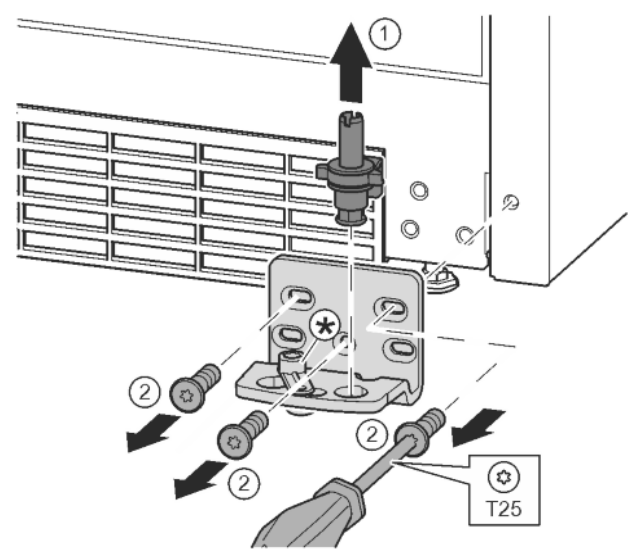

Fig. 17
- ▶ A teljes csapszeget felfelé húzza ki. Fig. 17 (1)
- ▶ A T25 csavarhúzóval tekerje ki a csavarokat, és vegye le a csapágybakot. Fig. 17 (2)